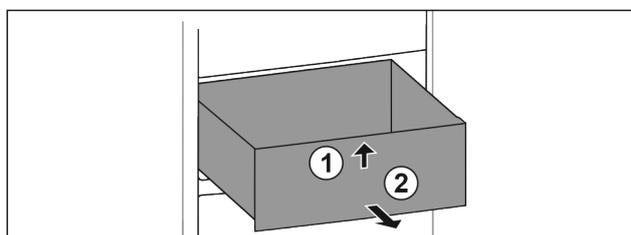

Fig. 68
- ▶ 抬起抽屉前部。 Fig. 68 (1)
- ▶ 朝前取出抽屉。 Fig. 68 (2)